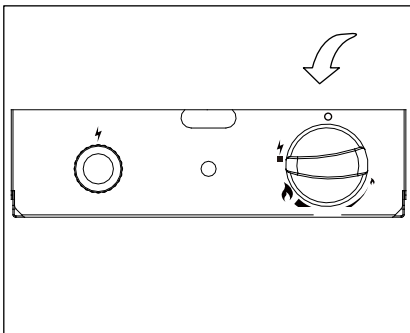

Figura 2
- Presione la perilla de control y gire a la izquierda para " PILOTO" (⚡) (Figura 2).